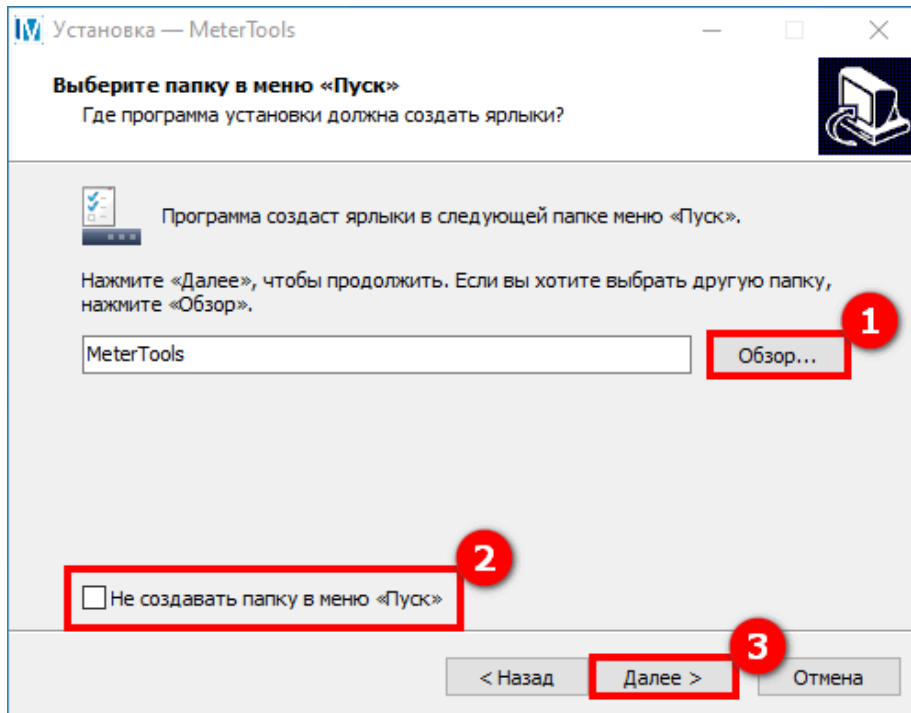

Рисунок 4 – Окно установки MeterTools
По умолчанию **Мастер установки** создаст ярлык папки в меню **Пуск**. Нажав на кнопку **Обзор** (1) (см. рисунок 4), можно выбрать другую папку. В случае отсутствия необходимости в создании ярлыка папки в меню **Пуск** необходимо проставить соответствующую отметку (2). Нажимаем кнопку **Далее** (3).